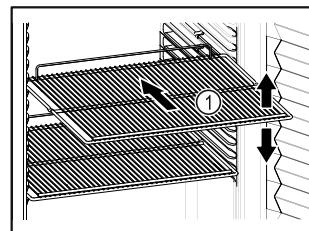

Fig. 56 Ilustratīvs attēlojums
- Ja novietošanas rezģi Fig. 56 (1) ir novirzāmi, pielāgojiet tos pēc augstuma.